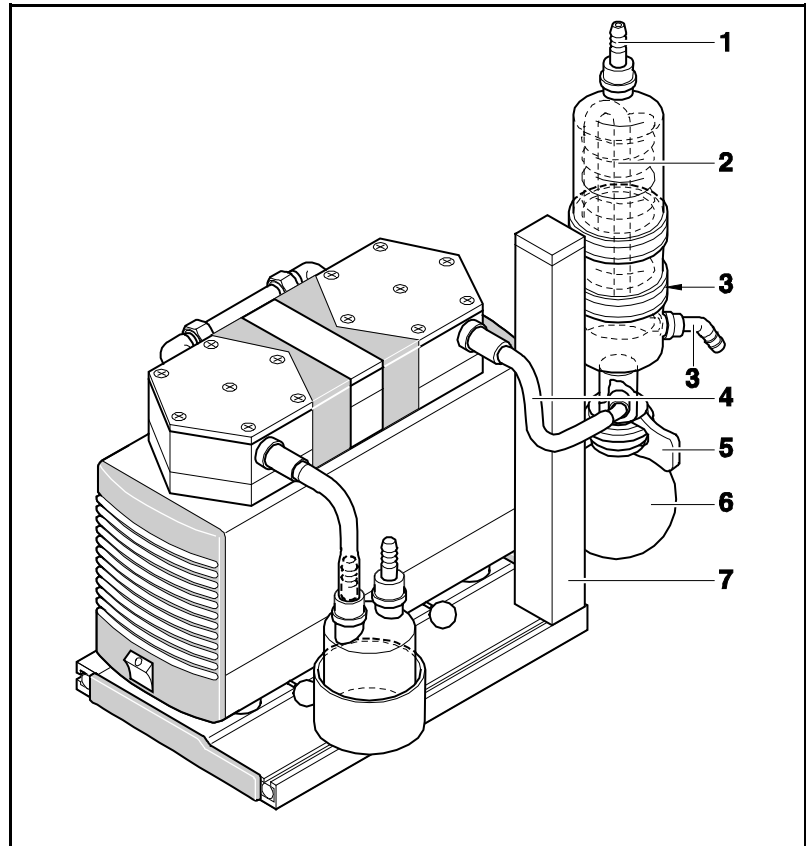

Abb. 7: Hochleistungskondensator (dargestellt LABOPORT-System SH am Beispiel der Pumpe N 840.3 FT.18)
1. Befestigungsstativ des Hochleistungskondensators (siehe Abb. 7/7) in die nach oben weisende Nutenschiene der Basisplatte schieben.